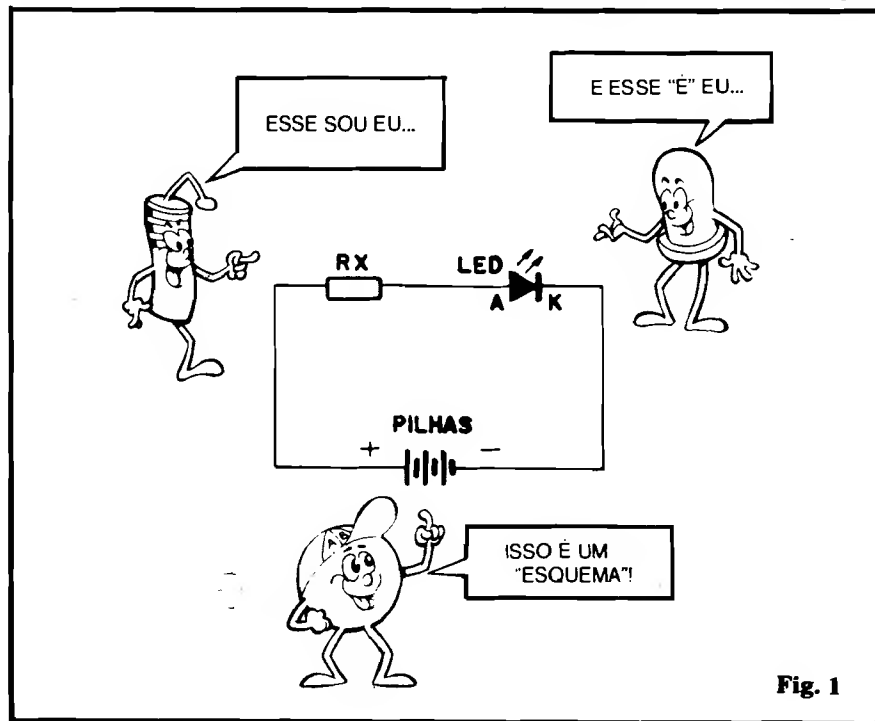

Fig. 1
- **FIG. 1** - “Esquema” do circuito da EXPERIÊNCIA. Em Eletrônica chamamos de **ESQUEMA** à representação simbólica dos componentes de um circuito, mostrada num diagrama de ligações que corresponde à situação real de tais componentes e ligações. É como se fosse um “mapa” ou uma “planta” do circuito. Um mapa **não** é uma região geográfica, porém é capaz de representá-la ou simbolizá-la perfeitamente...